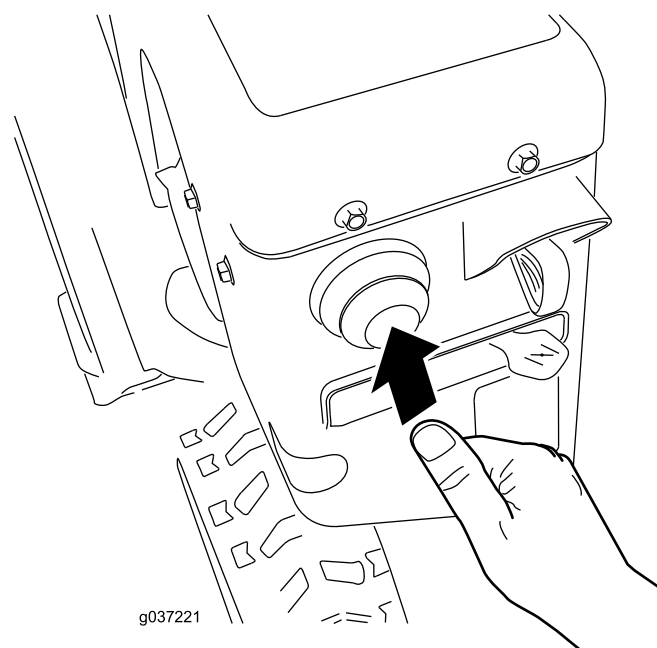

Figure 22
4. Appuyez fermement sur l'amorçeur avec le pouce comme indiqué dans le tableau ci-dessous, en marquant une pause d'une seconde chaque fois (Figure 22).